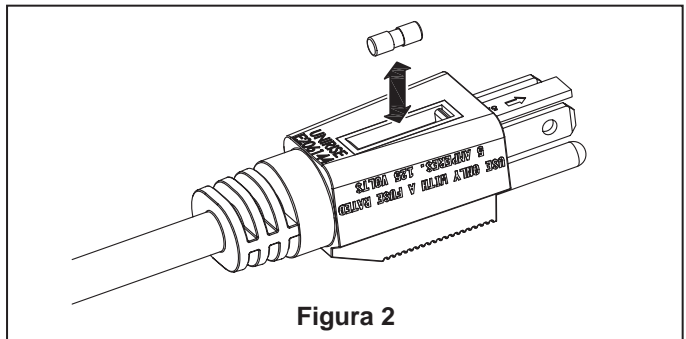

Figura 2
2. Instale el caucho en el tornillo de la pata. (Figura 2)
3. Extraiga el fusible con cuidado. (Figura 2).